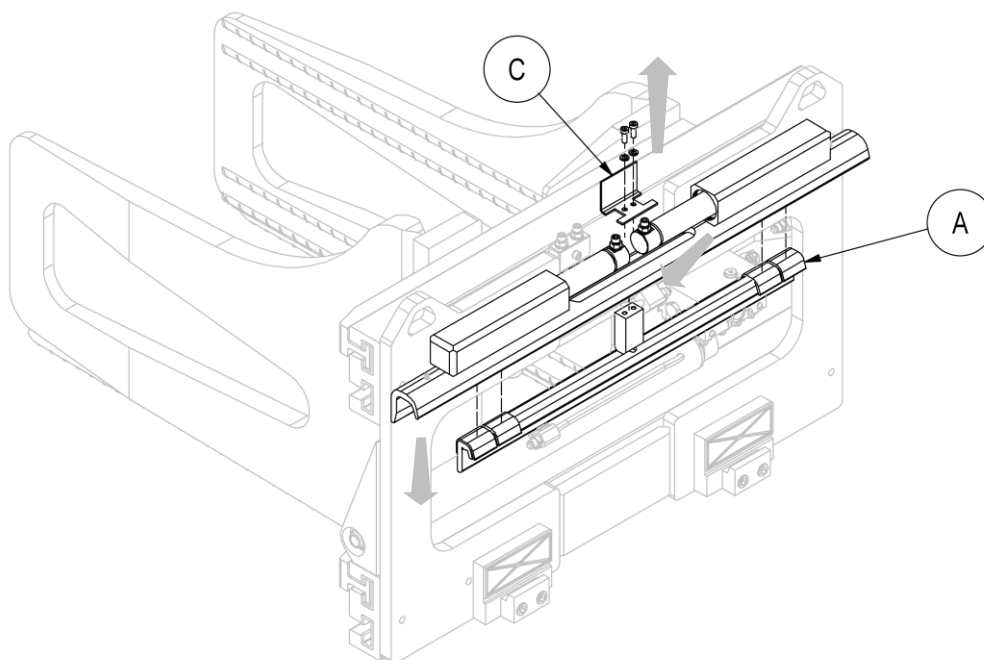
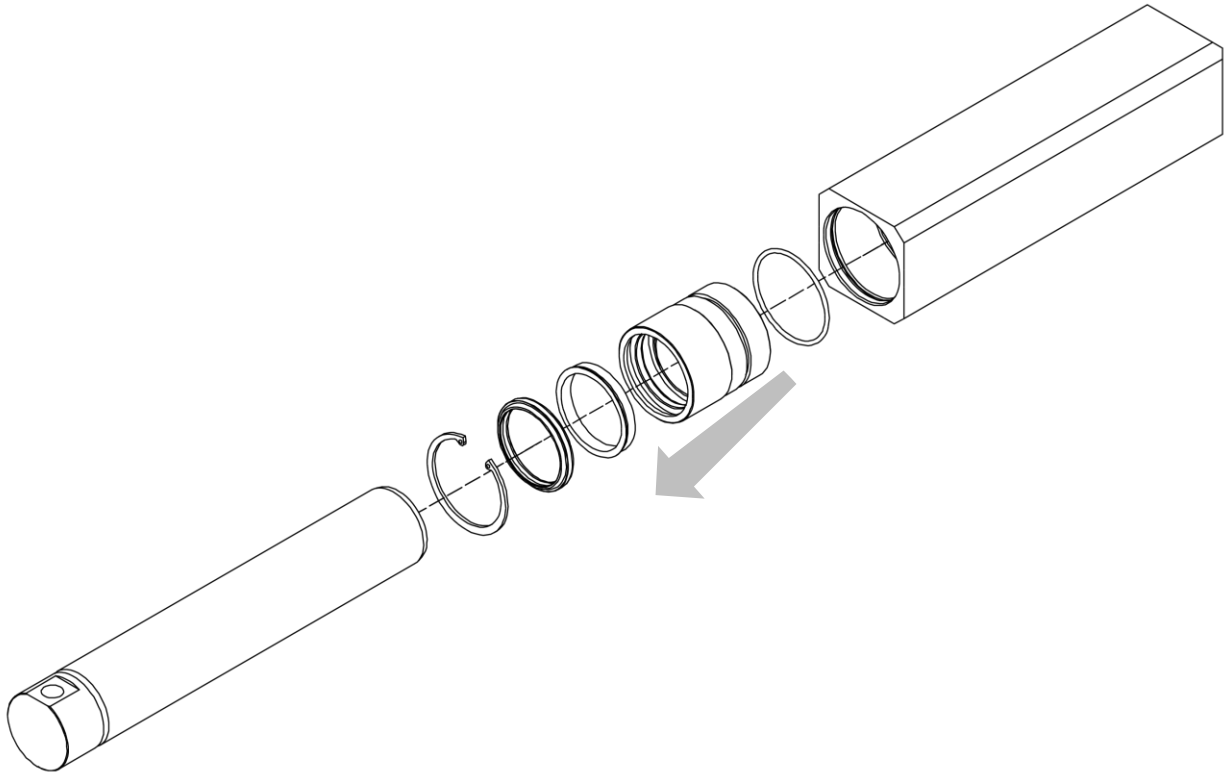

Abbildung 29
Abbildung 30
3. Entfernen Sie den Doppelhaken (A) nachdem Sie den „Schutzbügel“ (P) abgeschraubt haben (in der Phase *Abnehmen des Geräts vom* Gabelstapler wurde dieser Schritt bereits erklärt).
7. Siehe *Abbildung 29* und *Abbildung 30*.